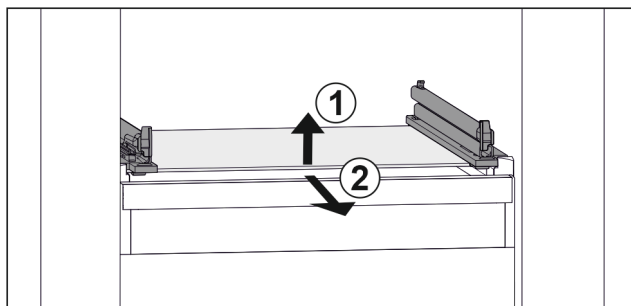

Fig. 35 Příklad znázornění skleněné desky
- ▶ Nadzvedněte skleněnou desku vpředu. Fig. 35 (1)
- Vyjměte skleněnou desku dopředu. Fig. 35 (2)